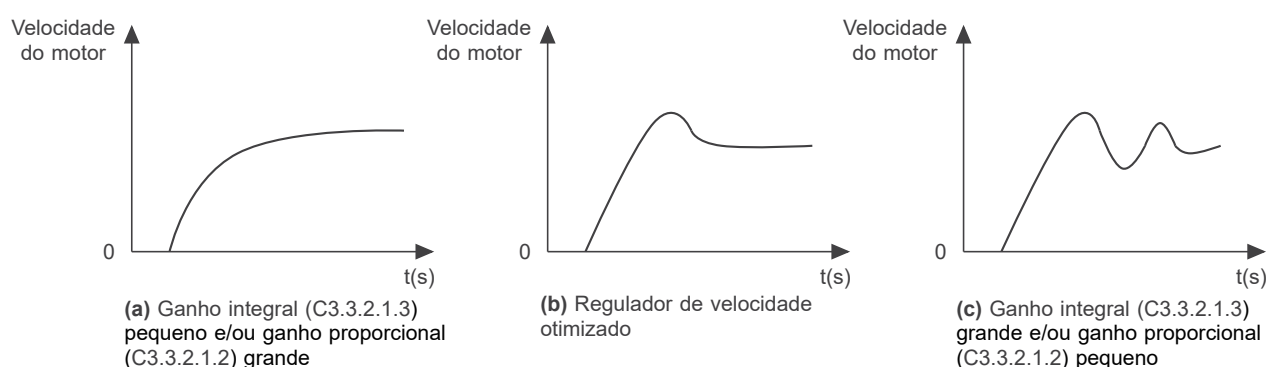

Figura 11.10: (a), (b) e (c) - Tipos de resposta do regulador de velocidade
6. Verifique dentre as opções da Figura 11.10 na página 11-27 qual a forma de onda que melhor representa o sinal lido.
7. Ajuste C3.3.2.1.2 e C3.3.2.1.3 em função do tipo de resposta apresentada na Figura 11.10 na página 11-27.